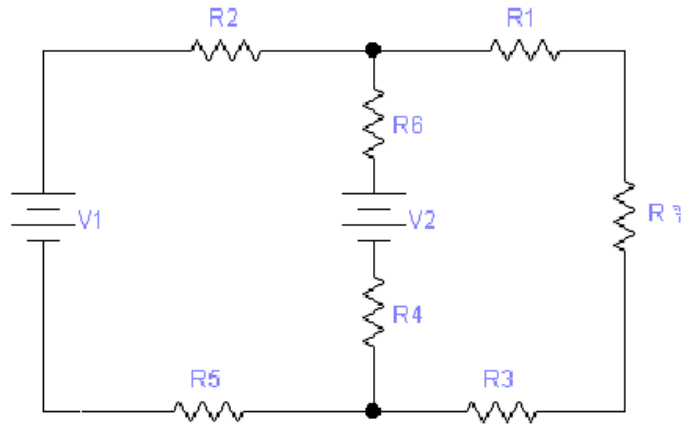

Figura 3. Circuito mixto con dos fuentes.
1. Implemente el circuito de la **Figura 3** utilizando resistencias menores a 1000 Ω y las dos fuentes. Anote en la **Tabla 2** los valores de las resistencias